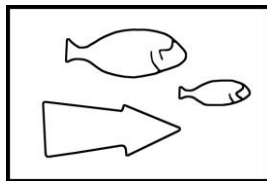
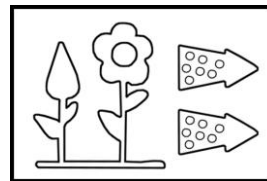

Fig 4
Fig 5
- Retire la manguera de la conexión de la manguera del filtro Fig. 4 (flecha de alejada del filtro, se muestran peces) y colóquela en la tercera conexión de la manguera del filtro Fig. 5 (flecha de alejada del filtro, se muestra la flor).